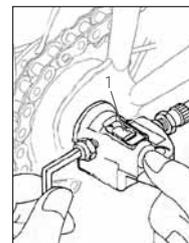

FIGURE 24:
2. Vérifiez l'alignement. La ligne sur la tige doit être alignée sur l'indicateur dans le regard du dispositif de réglage (Figure 24).